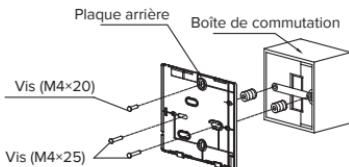

Fig. 3-6
- Pour un montage sur une boîte de commutation, fixer la plaque arrière sur la boîte de commutation avec les 2 vis (M4x25) et la fixer au mur avec 1 vis (M4x20). (Fig. 3-6)